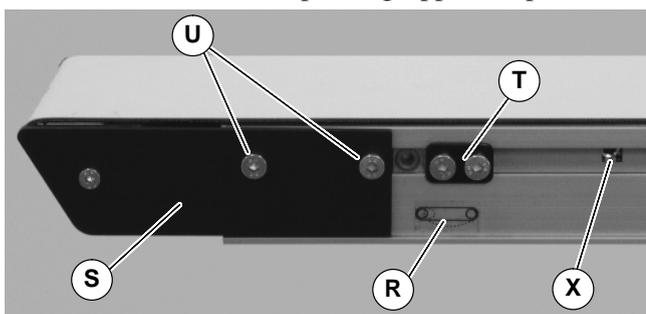

Abbildung 39
- Am Spannende des Förderbandes, das mit einem  Etikett gekennzeichnet ist (R siehe Abbildung 39), vordere Deckplattengruppe anpassen (S): Zu beiden Seiten des Förderbandes die Befestigungsschrauben lösen (U) und das Ritzel drehen (X), um die vordere Deckplattengruppe anzupassen.
- Die vordere Deckplattengruppe so einstellen, dass die Kante der Achsträgerplatte (BS siehe Abbildung 40) vom Förderbandende (BT) um 29 mm getrennt ist. Die Befestigungsschrauben (U siehe Abbildung 39) zu beiden Seiten des Förderbandes mit 7 Nm festziehen.
- Falls mit Spurführungsnocken ausgestattet, (T siehe Abbildung 39), gegen die vorderen Deckplatten positionieren und Spurführung anpassen. Siehe „Spannen des Gurtes“ auf Seite 16.